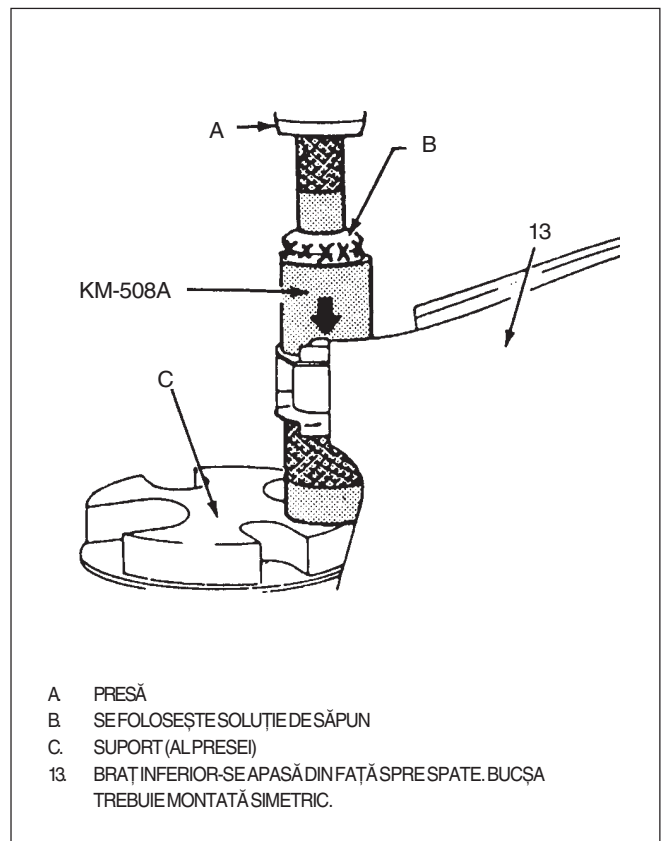

Fig. 34 Montarea bucșei din față a brațului inferior
- b. Se presează bucșa cea nouă dinspre față către spate. Se centrează bucșa. Vezi Fig. 34.